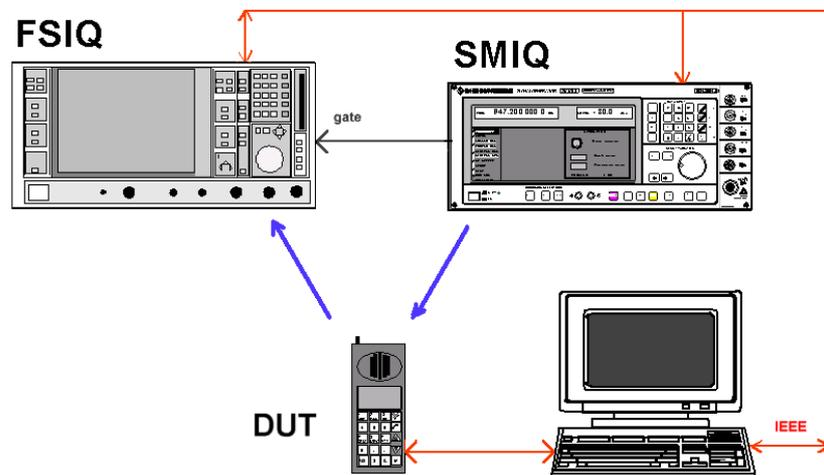

Bild 11 Signalpfade für die Bitfehler-Messungen mit RF-Loopback
2. Das UT schließt einen internen **Loopback** und schickt die dekodierten Bits als **Uplink-Signal** zurück. Die Bits werden **im FSIQ demoduliert**, vom Rechner der Produktionslinie ausgelesen und ausgewertet. Bild 11 zeigt die aktiven Signalpfade für diese Methode.
Bild 11 zeigt, welche Signalpfade aktiv sind, wenn das UT die Bits im RF-Loopback zurücksendet.